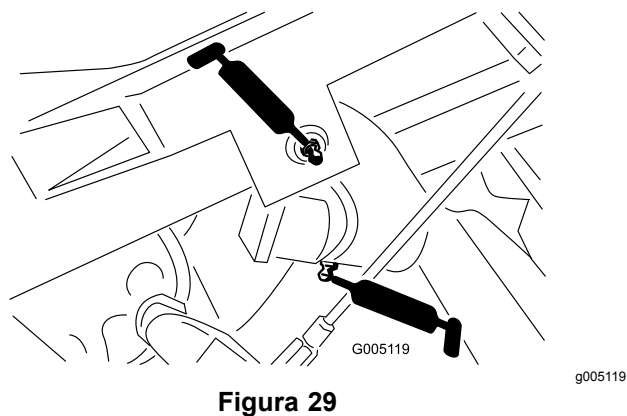

Figura 29
- Articulação do braço de elevação(3) e engate da articulação (3) (Figura 29)